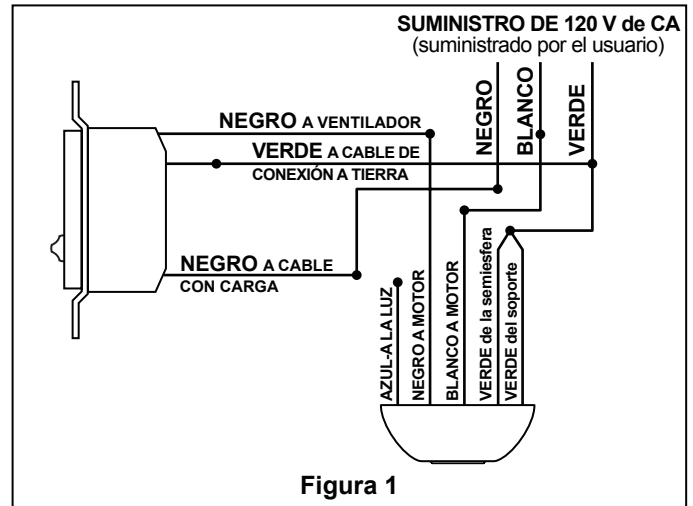

Figura 1
- Realice las conexiones eléctricas con tuercas para terminales como se muestra en la Figura 1.